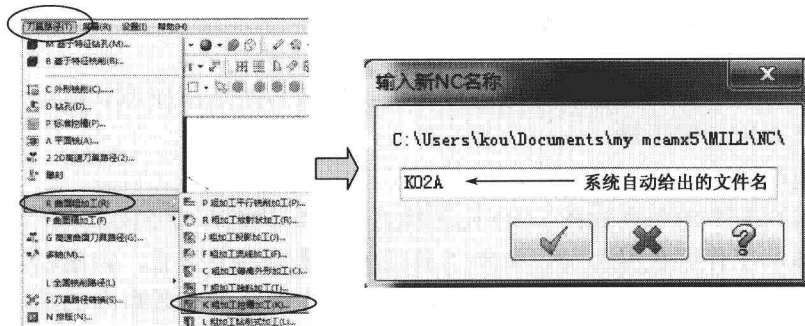

图 1-8 进入 NC 操作
(4) 在主菜单中，选取【刀具路径】|【曲面粗加工】|【粗加工挖槽加工】命令。系统弹出【输入新 NC 名称】对话框，系统给定的名称默认为群组名，不要改名，单击【确定】按钮，如图 1-8 所示。